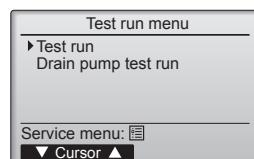

Fig. 7-2
- Wählen Sie „Test run“ (Testlauf) aus dem Testlauf-Menü, und drücken Sie die [AUSWAHL]-Taste. (Fig. 7-2)